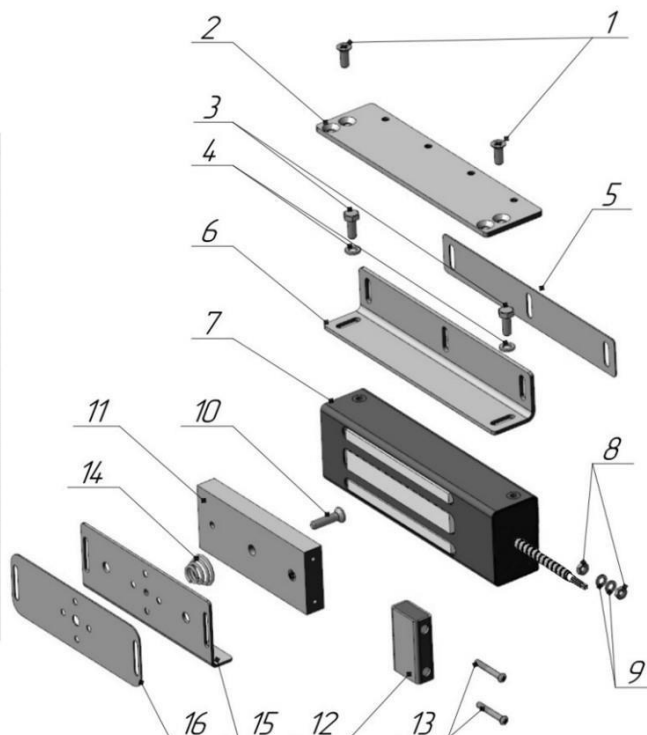
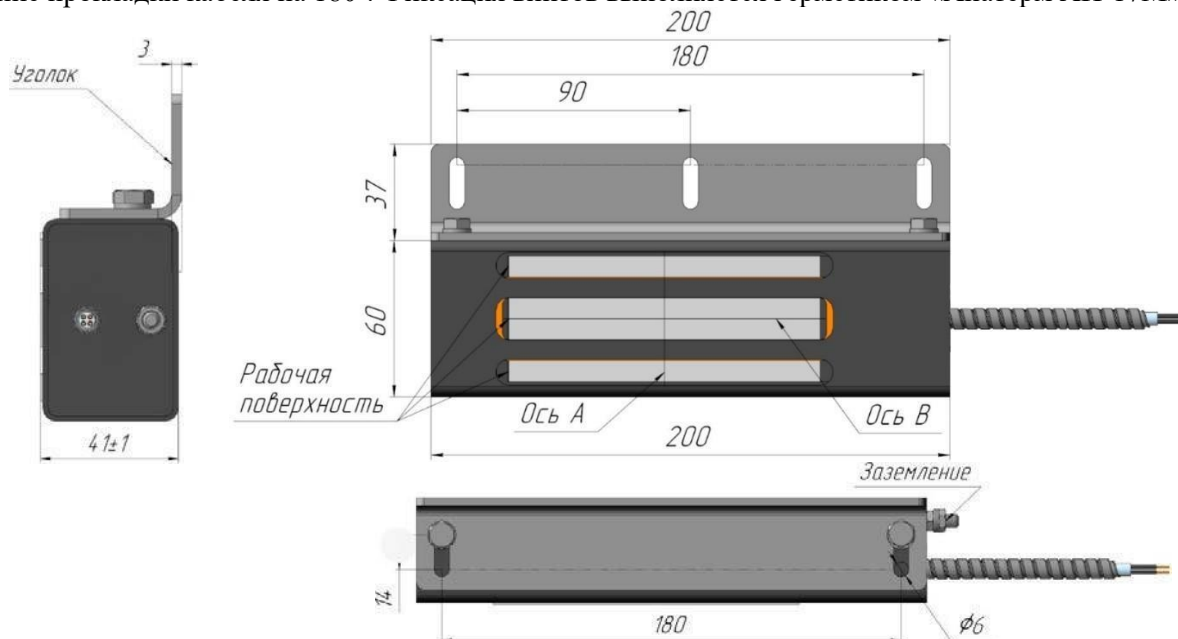

Рис.1 Комплект поставки
Рис.2 Корпусная часть замка FM-26
5.2.1 Замок состоит из корпусной части, якорной части и комплекта креплений (рис.1). Срабатывание замка происходит при механическом контакте рабочих поверхностей корпуса и якоря, после подачи питающего напряжения. Для обеспечения эксплуатационных характеристик рабочие поверхности корпуса и якоря должны быть совмещены и плотно прилегать друг к другу при закрывании двери. Скорость соударения рабочих поверхностей в процессе закрывания двери не должна превышать 1м/сек, для чего рекомендуется применять доводчик. Габаритные и установочные размеры корпусной части и якорной части замка приведены на рис.2, 3.